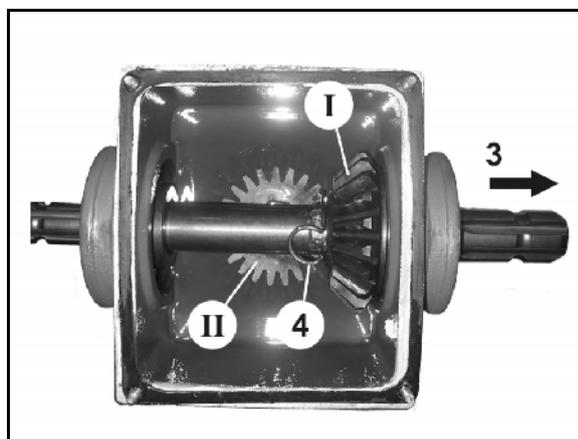

Fig. 53
6. Axialsicherung (Fig. 53/4) von der Antriebswelle abziehen.
7. Antriebswelle in Pfeilrichtung (Fig. 53/3) aus dem Gehäuse herausziehen.